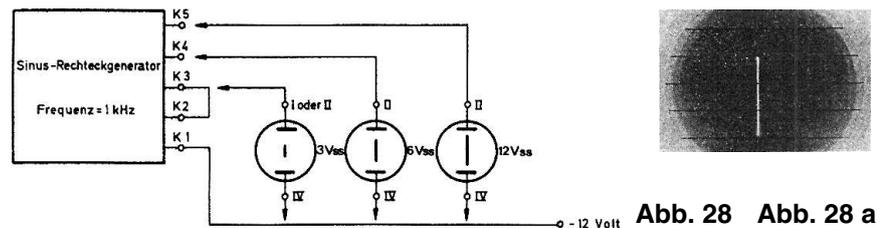

Abb. 28 Abb. 28 a
**3.2. Messung von Wechselspannungen (Abb. 28)**